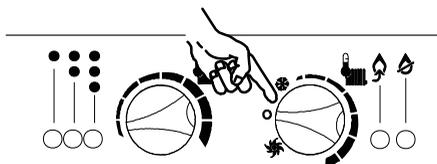

Fig. 5.62
- Para devolver a la caldera a su funcionamiento habitual, poner el selector de función/manivela de regulación de la temperatura de calefacción como indica la Fig. 5.62.